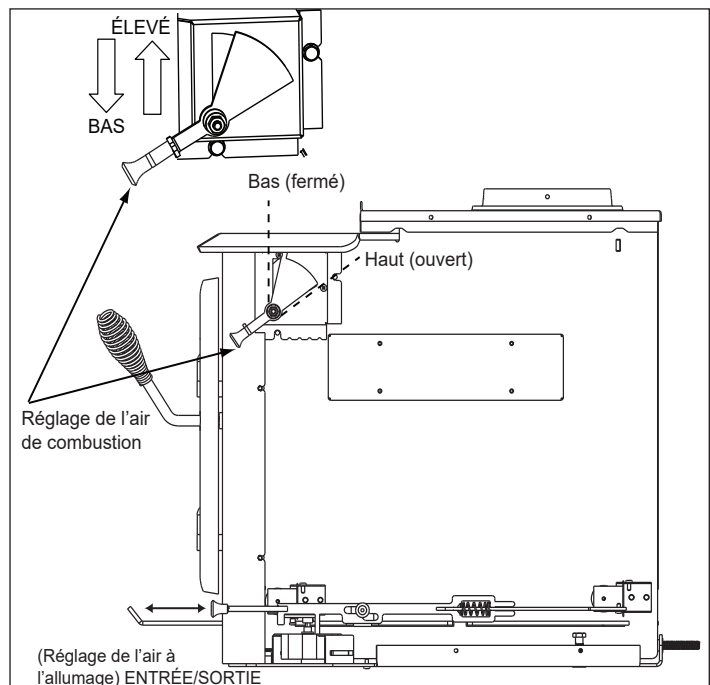

Figure 12.1 Activer la minuterie
- Si la commande est tout en haut, elle est sur le réglage maximum; si elle est tout en bas, elle est sur le réglage minimum. **Figure 12.1.**
2. Suivez les instructions du taux de combustion et consultez la **figure 12.1.**